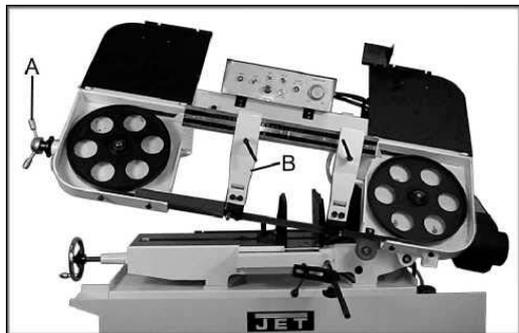

Рис.9
4. Ослабьте натяжение ремня, вращая маховик регулировки натяжения (А, Рис. 9) против часовой стрелки.
5. Ослабьте стопорную ручку и переместите опору подшипникового узла (В, Рис. 9) на сколько возможно вправо.